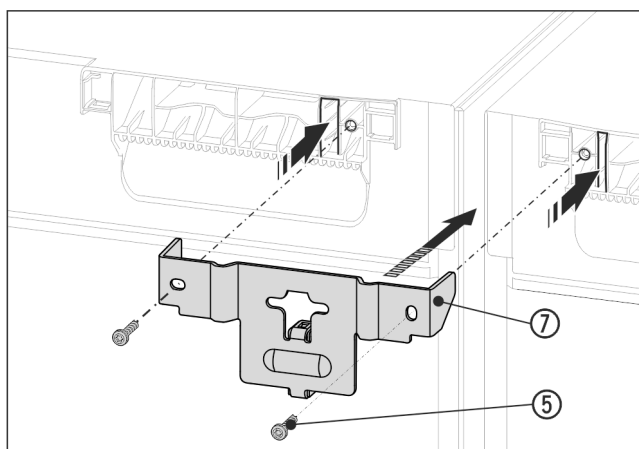

Fig. 16 Приблизне відображення
- Всунути кут Fig. 16 (7) з дистанційною прокладкою між пристроями і з планками в кришку пристрою. Закрутити 2 гвинтами Fig. 16 (5).